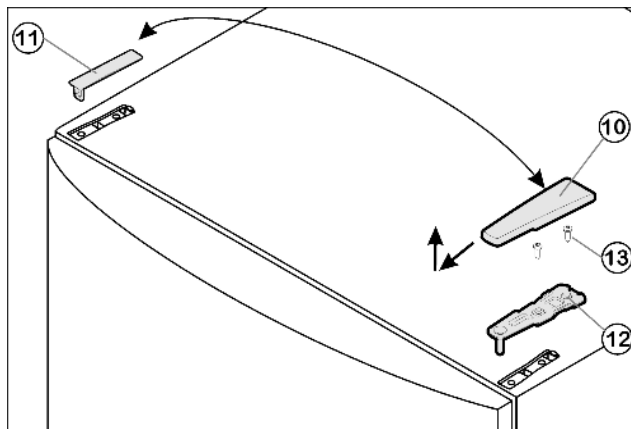

Fig. 4
- Потяните крышку Fig. 4 (10) вперед и вверх.
- Снимите крышку Fig. 4 (11).
- Открутите верхний опорный кронштейн Fig. 4 (12) (2 шт. Torx® 25) Fig. 4 (13) и вытяните вверх.
- ▶ Установите верхний опорный кронштейн Fig. 4 (12) на новой стороне шарнира и защелкните в дверце.
- ▶ Прикрутите верхний опорный кронштейн Fig. 4 (12) (с моментом 4 Нм) (2 шт. Torx® 25) Fig. 4 (13). При необходимости сделайте отверстия или используйте аккумуляторную отвертку.
- ▶ Защёлкните крышку Fig. 4 (10) и крышку Fig. 4 (11) на противоположной стороне.